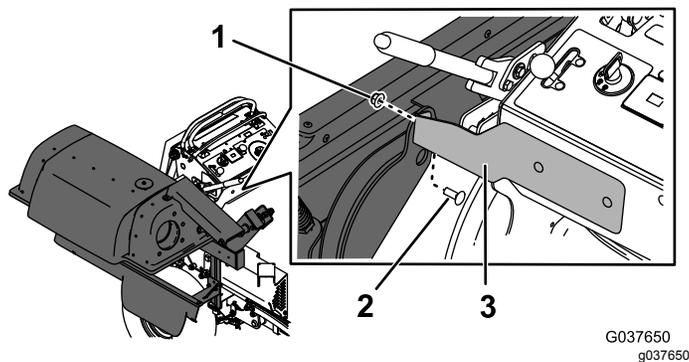

Figura 16
- Fissate il telaio del sistema di raccolta alla staffa del supporto anteriore utilizzando un bullone a testa tonda ($\frac{3}{8}$ " x 1") e un dado ($\frac{3}{8}$ " come illustrato nella Figura 16.